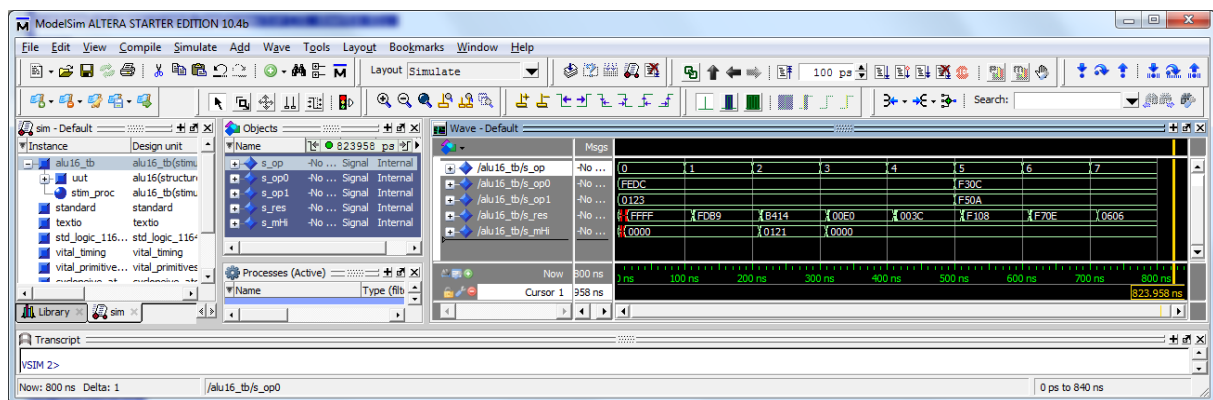

Figura 17 – Resultados da simulação temporal da ALU de 16 bits com a *testbench* “ALU16_Tb”.
11. A simulação arrancará automaticamente, através de uma *script* gerada pelo “Quartus Prime” e de acordo com a configuração realizada no ponto 7. Analise os resultados da simulação (que deverão ser semelhantes aos apresentados na Figura 17) e observe os atrasos de propagação entre a modificação dos operandos de entrada e a atualização do resultado à saída da ALU. Faça “Zoom In” das forma de onda na janela “Wave” de forma a observar as múltiplas transições espúrias (*glitches*) que ocorrem sempre que o resultado da ALU é atualizado. A que se devem estes *glitches*?